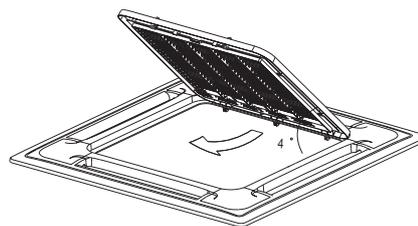

Рис.2.14
- Приподнимите решетку под углом 45 градусов, а затем снимите её (рис. 2.14).